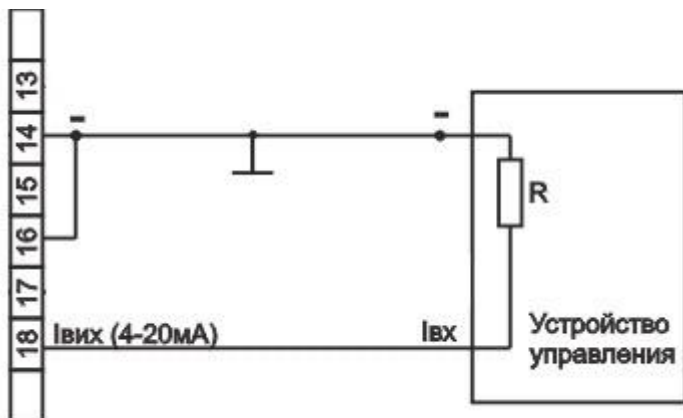

Рис. 2 Схема подключения преобразователя
5.2. Перед установкой механизма исполнительного на объект необходимо проверить работу преобразователя. Проверку производить по схеме рисунок 2. Включить напряжение питания. Перемещая выходной орган механизма убедиться в изменении выходного сигнала от начального до его максимального значения, предварительно настроив преобразователь по методике раздела 6.